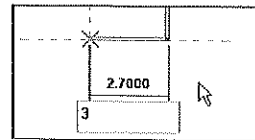

Figura 5.8 – Definição da medida da parede.
- Em seguida, marque na tela gráfica o ponto inicial da parede e depois o ponto final. Note que dimensões e ângulos provisórios são exibidos ao iniciar o desenho da parede. Para definir a medida exata do sentido da linha da parede, digite o valor que ele é inserido em uma caixa de texto, como na Figura 5.8.